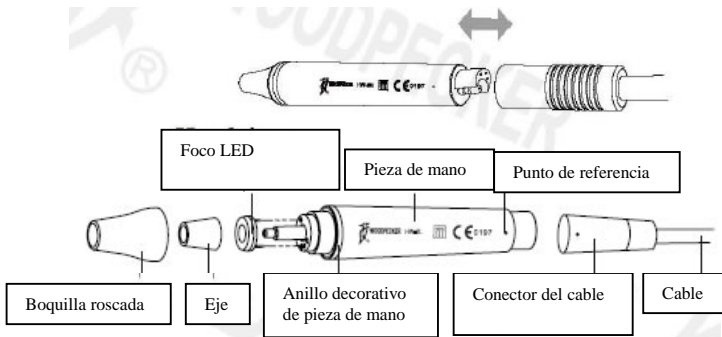

FIGURA 5
e) Croquis para conexión de la pieza de mano desmontable son mostrados en la figura 5.
2.1.2 Instrucciones para los componentes principales de la pieza de mano desmontable (mostradas en la figura 5)